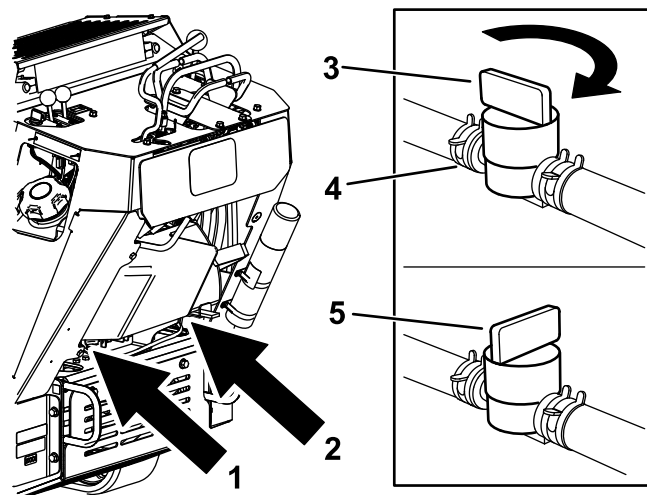

Рисунок 47
3. Переведите клапан отключения подачи топлива в закрытое положение (Рисунок 47).
4. Сожмите концы хомута шланга на обращенной к двигателю стороне клапана отключения подачи топлива и сдвиньте их от клапана вверх по топливопроводу (Рисунок 47).
5. Отсоедините топливопровод от клапана (Рисунок 47).
3. Поверните рычаг клапана отключения подачи топлива в закрытое положение (Рисунок 47).
5. Поверните рычаг клапана отключения подачи топлива в открытое положение (Рисунок 47).